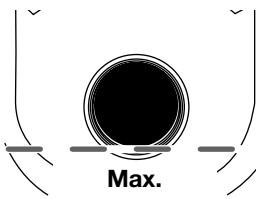

Fig. 18
- Retire el tapón de relleno de aceite / varilla de medición e inspeccione el nivel del aceite. El aceite debe llegar hasta la parte superior de la varilla de medición (Fig. 18).